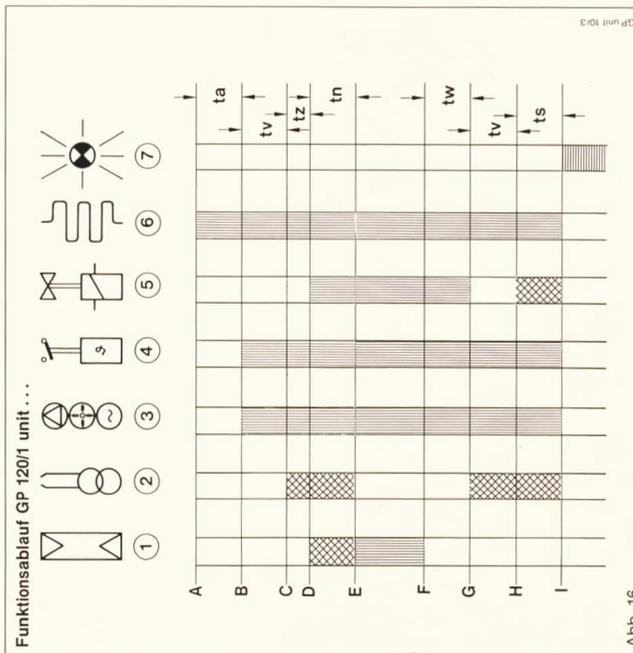

Abb. 16
Legende zu Abb. 16
- Legende zu Abb. 16